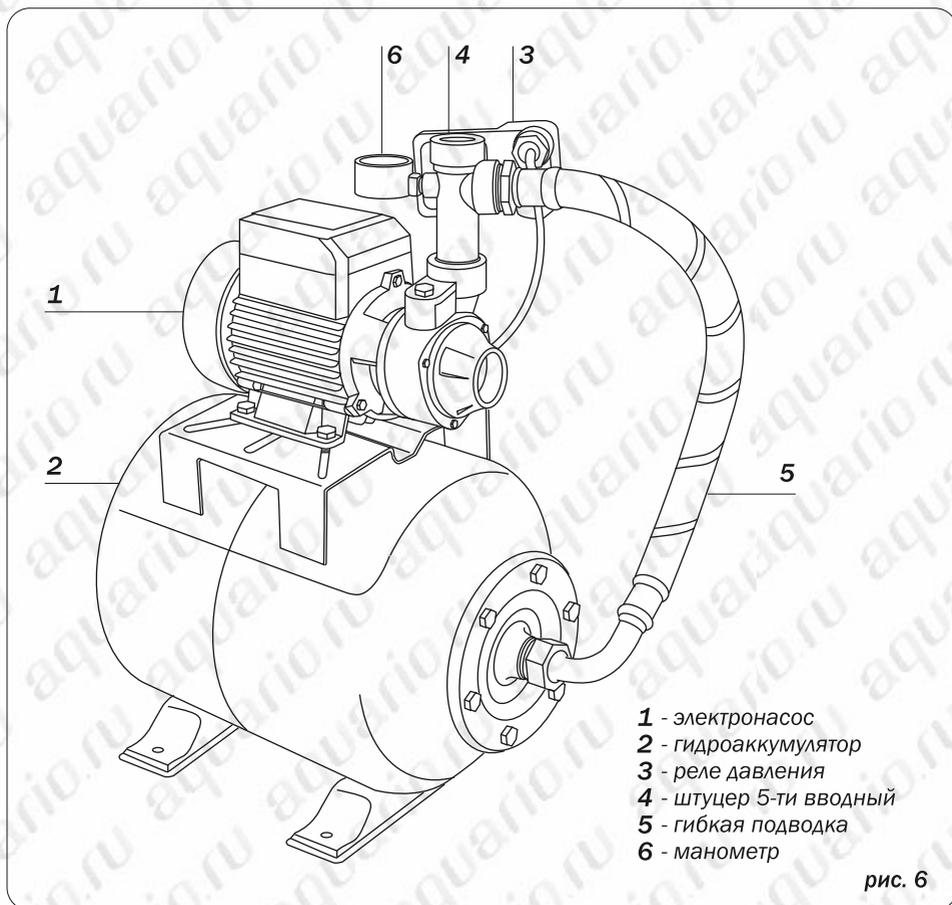

рис. 6
**Насосная станция** – это автоматический агрегат, в состав которого кроме насоса входят: гидроаккумулятор, реле давления, контрольная и соединительная аппаратура. Функционально насосная станция отличается от насоса тем, что она постоянно поддерживает давление в системе водоснабжения и автоматически включается/выключается в зависимости от пользования водой. Рис.6.